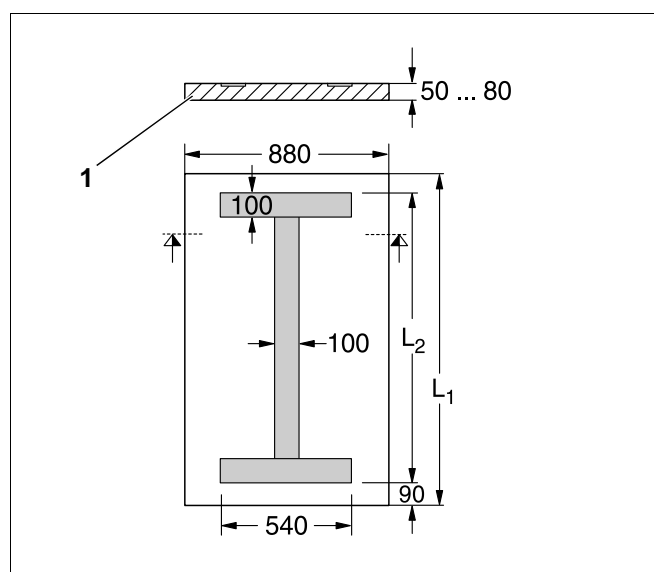

Fig. 3 Fundamentdimensioner
Det er en fordel at opstille kedlen på et 5 -10 cm højt fundament (Fig. 3, **pos. 1**). Fundamentet skal være fuldstændig jævnt og vandret. Kedlens forkant bør flugte med fundamentets kant.
Hvis bundrammen, der kan fås som ekstraudstyr, ikke anvendes, kan der fremstilles et betonfundament på opstillingsstedet. Ved opbygning af fundamentet skal der indstøbes vinkelstål med målene 100 x 50 x 8 mm eller fladstål med målene 100 x 5 mm (se Fig. 3 og følgende tabel).